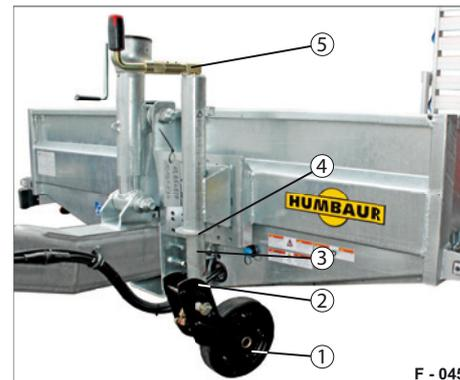

Abb. 26 Stützrad, automatisch
- ▶ Schwenken Sie die Kurbel (Abb. 26/5) aus der Halterung.